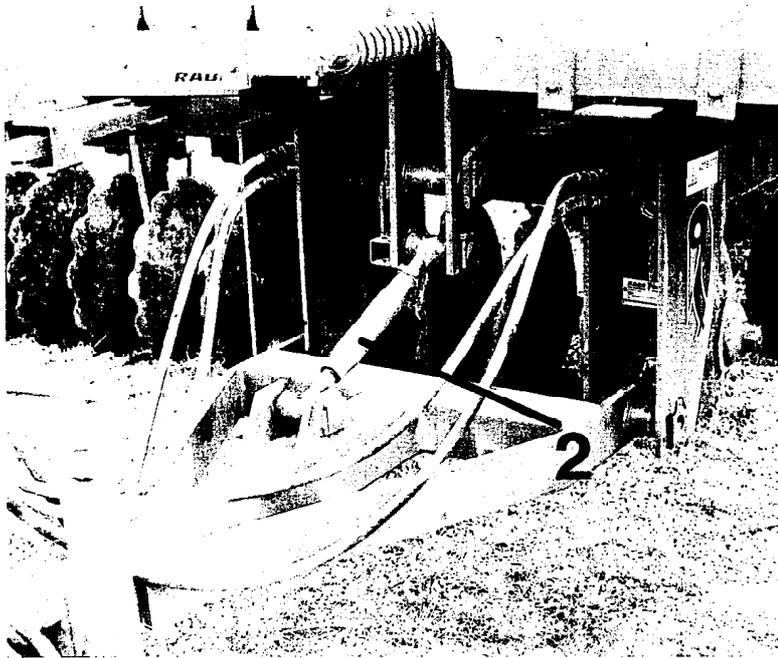

Fig.3
Scheibeneggenrahmen mit Spannschloß 2 (Fig. 3) waagrecht stellen. Spannschloß kontern.
b) von vorderen zu hinteren Scheibensätzen: Am Spannschloß 2 (Fig. 3) einstellen. Spannschloß kürzer bedeutet Arbeitstiefe vorne größer. Die Einstellung soll so gewählt werden, daß vordere und hintere Scheibensätze gleich tief gehen.
Je nach Boden, Arbeitstiefe, Geschwindigkeit u.a. wird durch mehr oder weniger unterschiedliche Schnittwinkleinstellung der vorderen und hinteren Scheibensätze sowie über den Tiefenausgleich der Acker gleichmäßig eben; z.B. ist bei einer leichten, mittigen Dammbildung der Schnittwinkel der vorderen Scheibensätze zu vergrößern bzw. die vorderen Scheiben etwas tiefer stellen (Spannschloß 2 Fig. 3 kürzer).